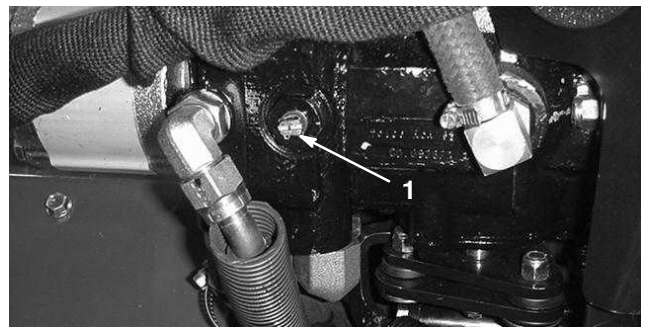

Figure 33
1. Trouvez la vanne de dérivation sur la pompe (Fig. 33) et tournez-la de 90° (le levier doit être horizontal lorsqu'elle est ouverte).